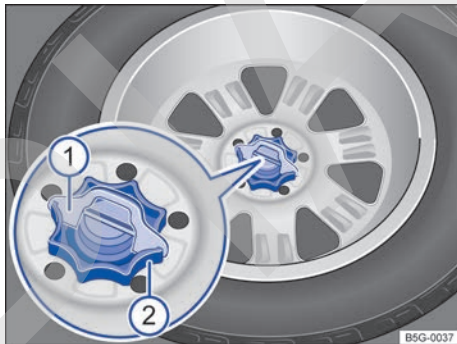

Fig. 265 En el maletero: ruedecilla para fijar la rueda de repuesto.
- Extraiga la cuña del seguro antigiro → fig. 265 ① hacia arriba.
- Desenrosque, en el sentido contrario al de las agujas del reloj y por completo, la ruedecilla central que sujeta la rueda de repuesto → fig. 265 ②.
- Encaje la cuña del seguro antigiro → fig. 265 ① en la ranura del tornillo prisionero de modo que la ruedecilla ya no se pueda girar más.